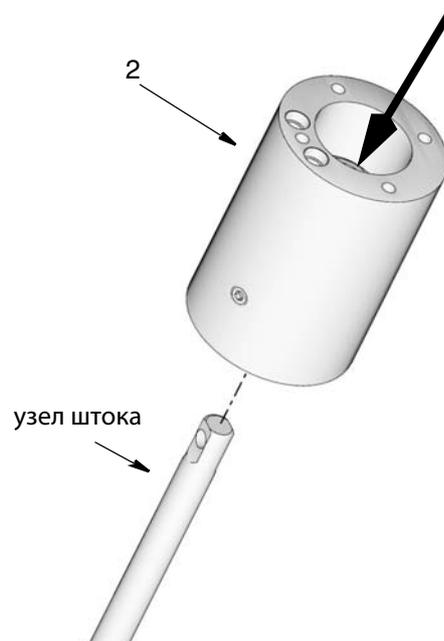

Рис. 30
- Извлеките уплотнение впускного отверстия (207) и уплотнение (206). Утилизируйте эти детали. Используйте новые детали из ремонтного комплекта для обратной сборки.
- Используйте молоток или резиновую киянку для выбивания узла штока из переходника насоса (2) в направлении, показанном на Рис. 30.